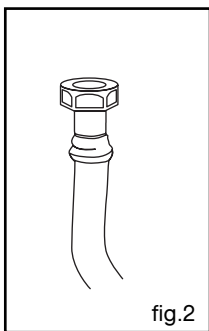

fig.2
- Cote de profondeur d'encastrement entre le mur à l'arrière et l'avant de l'appareil : 610 mm (voir fig. 2, vue de dessus).
- Desserrez les vis du serre-câble (**fig.2**).
- Introduisez le câble d'alimentation par le côté du capot et dans le serre-câble situé à droite du bornier. (Reportez-vous au tableau de la page précédente pour le choix de la section du câble) (**fig.2**).
- Raccordez les fils du câble conformément au schéma ci-contre (**fig.2**). Tous les brins des fils d'alimentation doivent être emprisonnés sous les vis. Le fil de terre couleur vert-jaune doit être relié à la borne \oplus .
- Vissez à fond les vis du bornier et vérifiez le branchement en tirant sur chaque fil (**fig.2**).
- soit par un raccord rigide (tuyauterie en cuivre) (fig. 2).
- Dévissez à l'aide de la clé fournie les injecteurs situés dans le fond de chaque pot et ôtez-les (fig. 2).
- Déclipez l'attache métallique située à la base de chaque brûleur (sole et grilloir) (**fig.2**) à l'aide d'un petit tournevis.